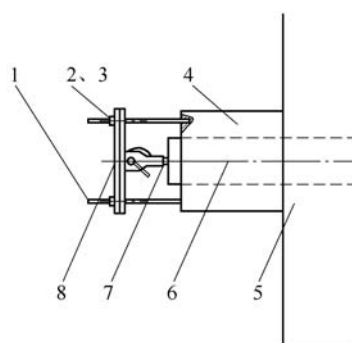

图2 离合器拆卸示意图
(2) 将2根全螺纹丝杠安装在2个拆卸螺栓后的螺纹孔内。
(3) 将托板加强筋面向离合器外侧，使2根丝杠穿过托板2侧透孔，并锁紧螺母。
(4) 将千斤顶调整到最低处，安放在托板与输入轴之间，预压千斤顶到不能脱落为止（见图2）。
(5) 持续顶起千斤顶，利用反作用力将离合器均匀向输入轴外侧拉出，千斤顶行程达到最大后，将千斤顶调到最小行程，然后按照千斤顶高度调整托板距离并用螺母锁紧或垫高千斤顶。